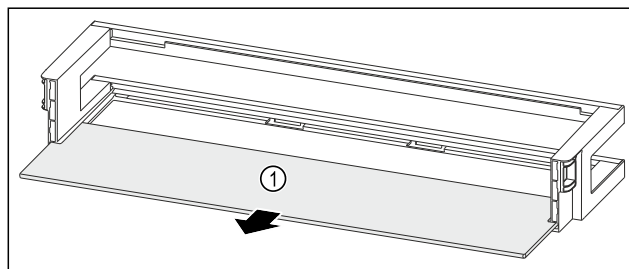

Fig. 191 Türabsteller mit Abstellfläche
- Abstellfläche Fig. 191 (1) entnehmen.